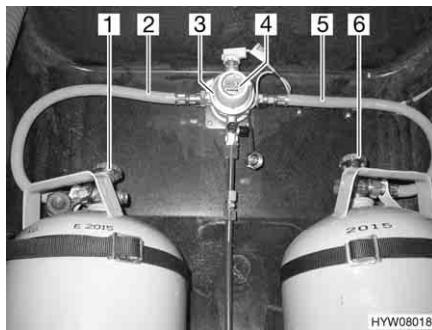
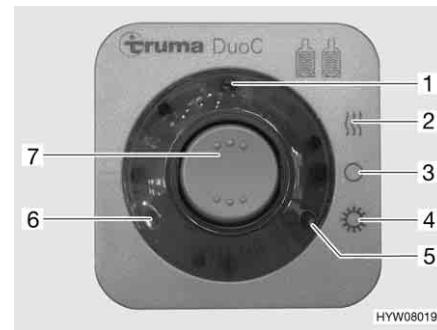

Fig. 70 Impianto di commutazione DuoControl
Fig. 71 Centralina di controllo
L'impianto di commutazione DuoControl è costituito da una valvola di commutazione (Fig. 70,3) e da una centralina di controllo (Fig. 71). La valvola di commutazione è installata tra i tubi del gas (Fig. 70,2 e 5). Con la manopola (Fig. 70,4) sulla valvola di commutazione è possibile stabilire, quale delle bombole del gas viene utilizzata come bombola in uso e quale bombola del gas viene utilizzata come bombola di riserva.
Sulla centralina di controllo (Fig. 71) possono venire azionate solo le funzioni elettriche. Le valvole principali di arresto delle bombole del gas (Fig. 70,1 e 6) devono essere aperti manualmente.
La valvola di commutazione garantisce una pressione del gas costante, indipendentemente da quale bombola provenga l'alimentazione del gas. Le due spie di controllo sulla centralina di controllo indicano il livello di riempimento della bombola in uso. Se è accesa la spia di controllo verde (Fig. 71,6), la bombola in uso è piena. Se è accesa la spia di controllo rossa (Fig. 71,5), la bombola in uso è vuota. Il rifornimento di gas avviene poi tramite la bombola di riserva.
- Aprire le valvole principali di arresto delle bombole del gas (Fig. 70,1 e 6).
- Con la manopola (Fig. 70,4) sulla valvola di commutazione (Fig. 70,3) selezionare la bombola del gas, da cui proviene la principale alimentazione del gas (bombola in uso). Girare la manopola fino all'arresto.
- Sulla centralina di controllo (Fig. 71) attivare l'impianto di commutazione DuoControl. Posizionare l'interruttore a bilico (Fig. 71,7) su funzionamento invernale "On e riscaldamento" (Fig. 71,2) oppure su funzionamento estivo "On" (Fig. 71,4). La valvola di commutazione è ora disareata. La spia di controllo gialla (Fig. 71,1) è accesa, se si seleziona la modalità di funzionamento invernale e l'impianto antighiaccio con regolatore è attivato.
- Portare l'interruttore a bilico (Fig. 71,7) in posizione "O" (Fig. 71,3). La spia gialla di controllo (Fig. 71,1) si spegne.
- Chiudere le valvole principali di arresto delle bombole del gas (Fig. 70,1 e 6).
Le spie di controllo sulla centralina di controllo (Fig. 71,5 e 6) segnalano all'interno del veicolo, se la bombola in uso è pronta al funzionamento.
Se la spia di controllo verde (Fig. 71,6) si spegne durante il funzionamento e la spia di controllo rossa (Fig. 71,5) si accende, significa che la bombola del gas selezionata come bombola in uso è vuota e deve essere sostituita. La bombola di riserva continua ad alimentare le utenze a gas.